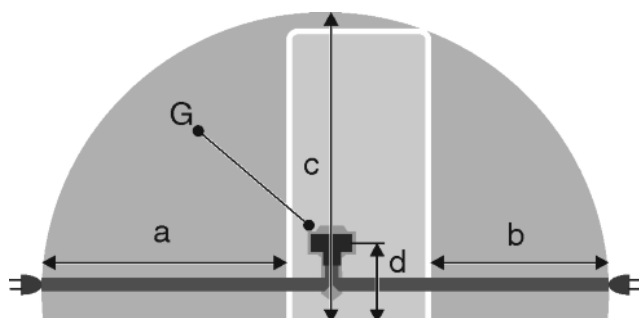

Fig. 52
- Gniazdo znajduje się poza tylną częścią urządzenia w podanym obszarze Fig. 52 (a, b, c).
- ▶ Wtyczkę urządzenia Fig. 52 (G) podłączyć z tyłu urządzenia. Zwrócić uwagę na prawidłowe zazębienie.